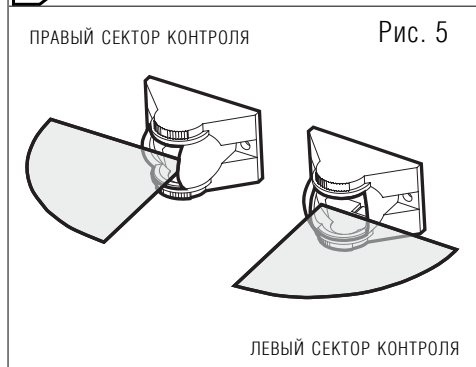

Рис. 5
- Выбрать сектор контроля извещателя (рис. 5), разметить отверстия под крепеж, при необходимости вскрыть канал для провода, собрать кронштейн (рис. 6)